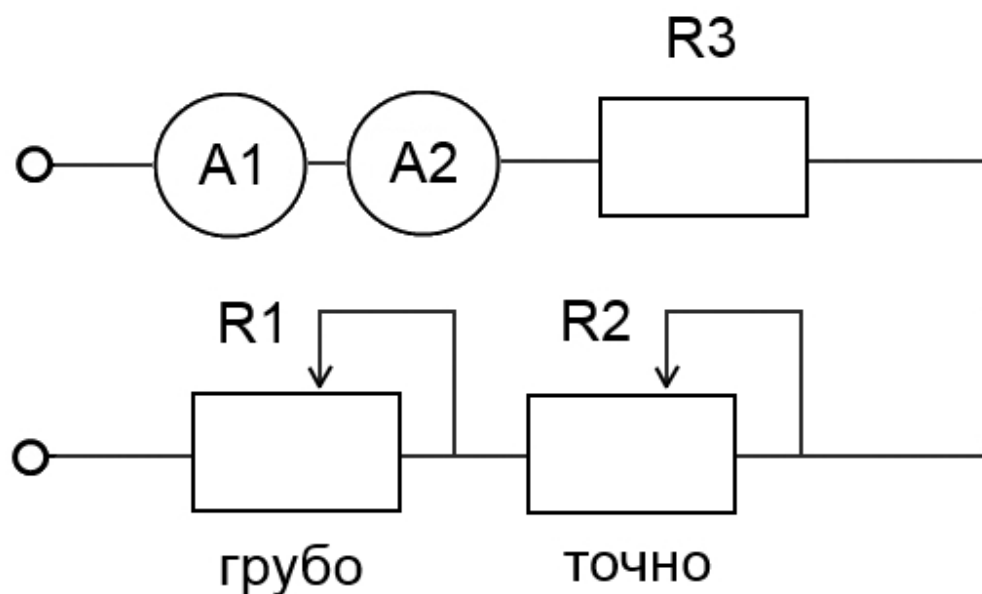

Рис.7
1. Собрать цепь согласно предложенной схеме (рис. 7).